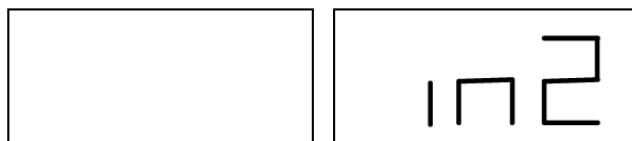

Рис. 6.4 - Ввод позиции веса W2
- Если угол больше 120°, станок будет отображать сообщение, показанное на рисунке 6.2, в течение одной секунды и будет издавать трехкратный звуковой сигнал, указывающий, что должна быть выбрана другая точка. Если угол меньше 120°, станок будет отображать сообщение, показанное на рис. 6.4, что позволяет перейти к следующему шагу;